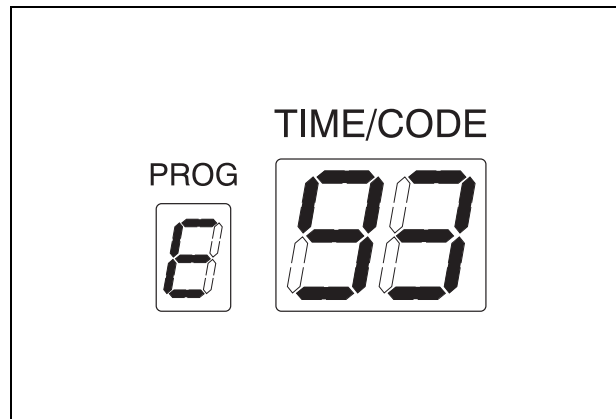

Рис. 7.93
7. Удалите спирт из трубки, запустив процесс промывки спиртом на вспомогательной панели управления. Убедитесь, что жидкость удалена из крышки. Продолжайте до тех пор, пока не отобразится код ошибки [E93] и процесс не завершится (см. Рис. 7.93).